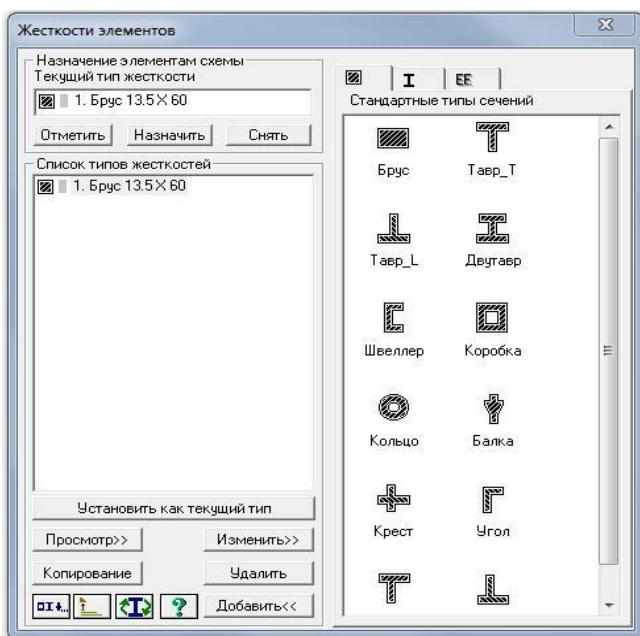

Рис. 3.10. Диалоговое окно Жесткости элементов
□ С помощью меню Жесткости □ Жесткости элементов (кнопка  на панели инструментов) вызовите диалоговое окно Жесткости элементов (рис.3.10).